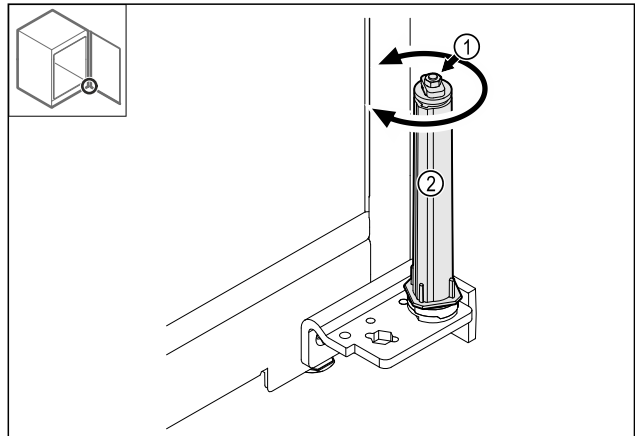

Fig. 40
- ▶ Nerozebírejte šroubové spojení Fig. 40 (1) uzavíracího systému.
- ▶ Otáčejte uzavíracím systémem Fig. 40 (2), dokud nezacvakne.